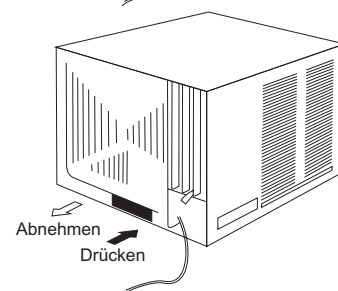

Abb. 14
2. Rahmen-Haltegriff mit sämtlichen an das Gehäuse befestigten Bauteilen festhalten (beachten Sie, dass die Verbindungskabel der Leiterplatte nicht getrennt werden dürfen: siehe Abb. 14).
4. Den Rahmen/das Gehäuse mit sämtlichen Bauteilen ausgerichtet in das Gerät einschieben (siehe Abb. 14).